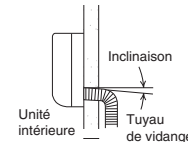

Fig. 3-69
- (a) Le tuyau de vidange doit être en pente descendante vers l'extérieur. (Fig. 3-69)